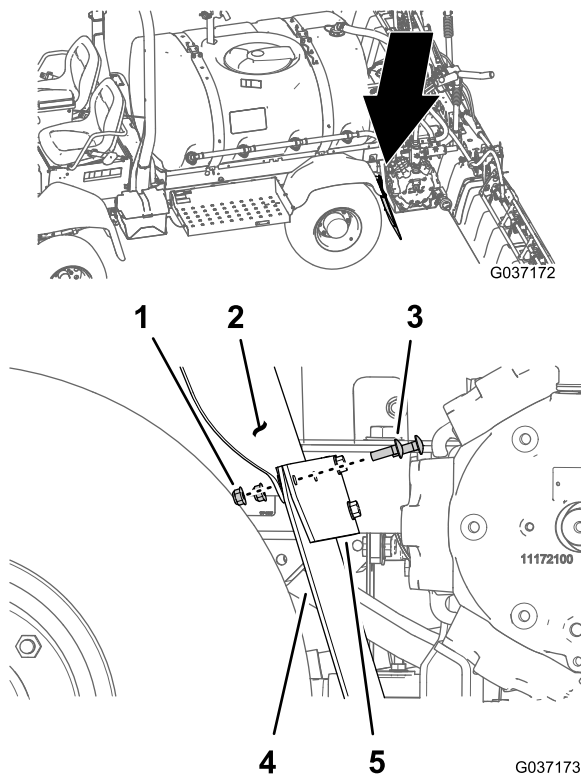

Figura 9
1. Retire los 2 pernos de cuello cuadrado (5/16" x 1") y las 2 contratuercas con arandela prensada (5/16") que sujetan la aleta y el guardabarros a la pletina de la aleta (Figura 9).
2. Alinee los orificios en el soporte de la válvula de drenaje, la pletina de la aleta, el guardabarros y la aleta (Figura 9).